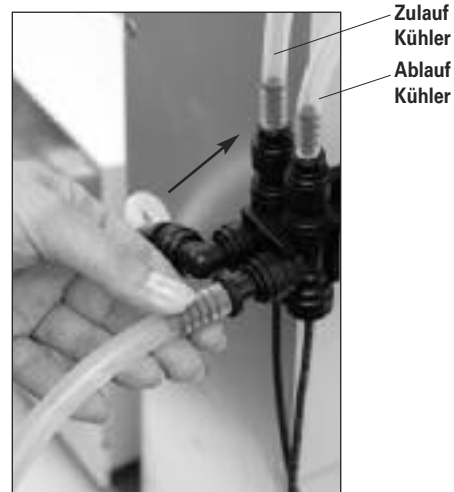

Fig. 18
- ☞ Schließen Sie den mitgelieferten Wasserablassschlauch durch Stecken des Nippels bis zum Anschlag in die Anschlussbuchse (Fig. 18).